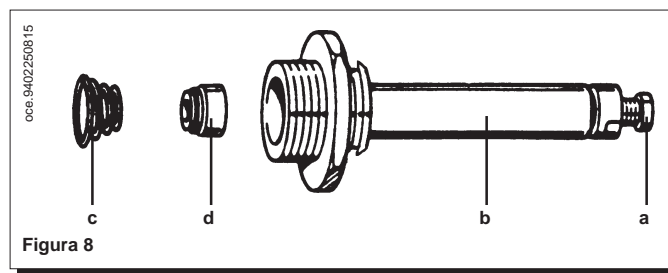

Figura 8
- svitare la vite nera (a) di figura 8 a pagina 22 fino a raggiungere il valore di pressione corrispondente alla potenza ridotta vedi tabella 1 a pagina 24.
- destornillar el tornillo negro (a) (figura 8 en página 22) hasta alcanzar el valor de presión correspondiente a la potencia reducida (véase tabla 1 en página 24);
- sostituire la molla avendo cura di posizionarla correttamente (figura 8);
- avvitare a fondo, senza forzare, la vite nera (a) al canotto (b) (figura 8);
- aprire il rubinetto gas e ruotare la manopola (3) predisponendo la caldaia in posizione Estate (☀️);
- substituir el resorte asegurándose de que sea posicionado correctamente (figura 8);
- atornillar completamente, sin forzar, el tornillo negro (a) al manguito (b) (figura 8);
- abrir el grifo gas y hacer girar el botón (3) predisponiendo la caldera en posición Verano (☀️);